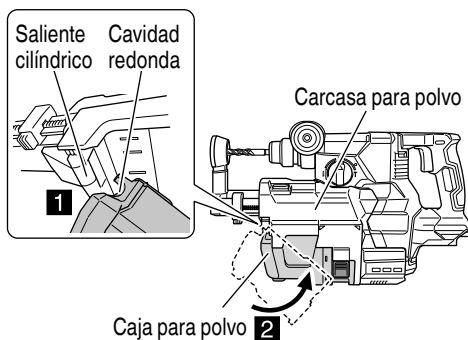

Fig. 17
- (4) Asegúrese de que el filtro esté colocado correctamente.
(5) Coloque la caja para polvo en la carcasa para polvo. (Fig. 17)